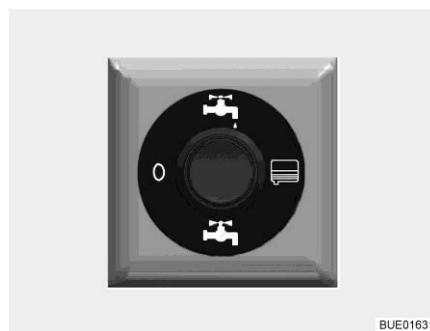

Fig. 199 Commutateur de commande du robinet de vidange à commande électrique (partiellement équipement spécial)
- Appuyer sur la partie supérieure du commutateur de commande (Fig. 199). Les eaux usées sont évacuées.
- Appuyer sur la partie inférieure du commutateur de commande (Fig. 199) une fois que les eaux usées se sont complètement écoulées.
- Placer le commutateur de commande (Fig. 199) en position "0" (hors circuit).